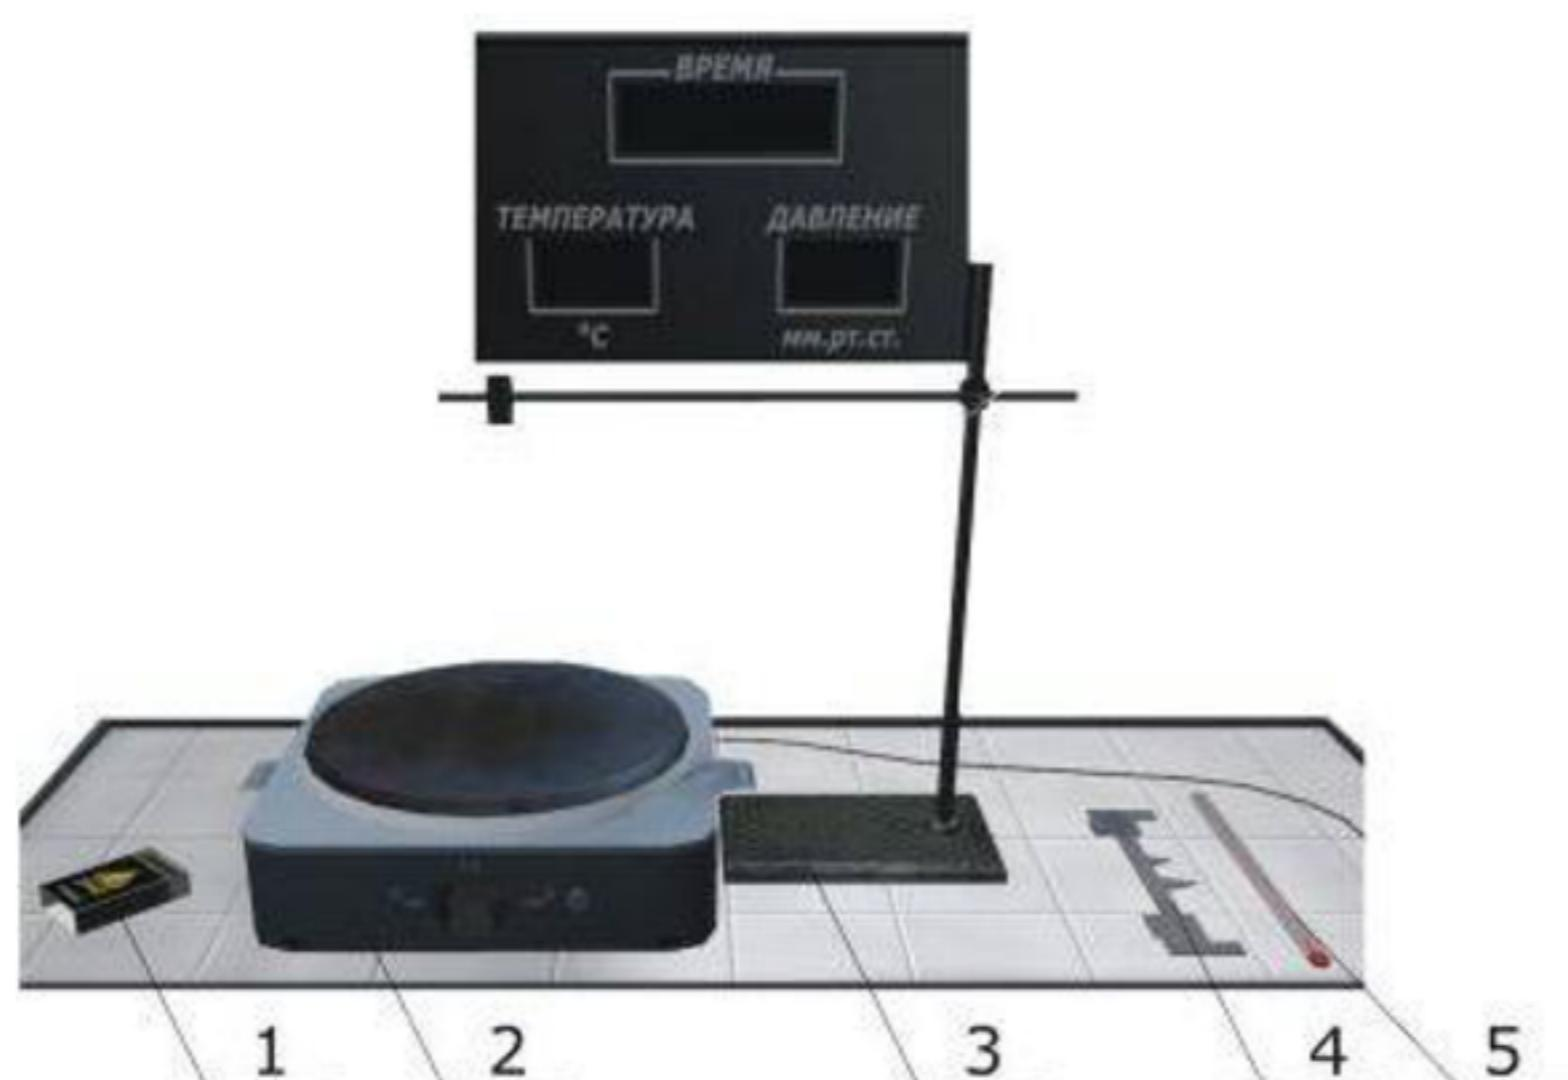

Рис. 4.3. Оборудование вытяжного шкафа
В вытяжном шкафу (рис. 4.3) находятся: плитка электрическая (2); термометр, градуированный от 0 до 400°C (5); шаблон для измерения уровня масла (3); штатив для удержания термометра в подвешенном состоянии (3); спички для поджига масла (1).